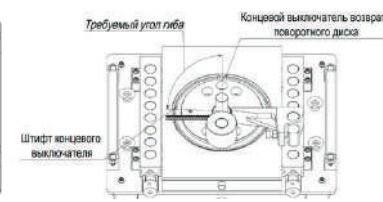

Рис. 6. Установка углагиба
- в зависимости от требуемого углагиба, установите штифт концевого выключателя в одно из отверстий на поворотном диске (кроме VPK Г-42) (см. рис. 6);